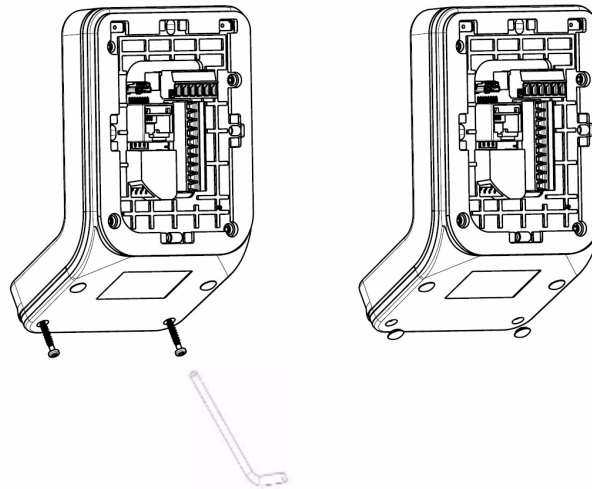

Figure 3.5: Fixation de la face avant fumée
11. Fixer la face avant fumée sur le corps du terminal à l'aide de 2 vis M2,5X14 et de la clé Torx coudée. Placer les 2 bouchons de vis en caoutchouc sur les 2 têtes de vis M2,5X14 (voir Figure 3.5).